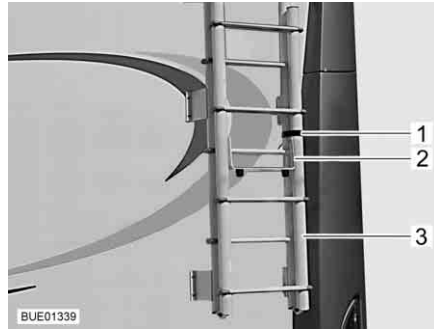

Bild 1 Stegen uppfälld
- Lossa remmen (Bild 1,1) på stegen (Bild 1,3) baktill på fordonet.
- Fäll ut skyddsbygeln (Bild 1,2).